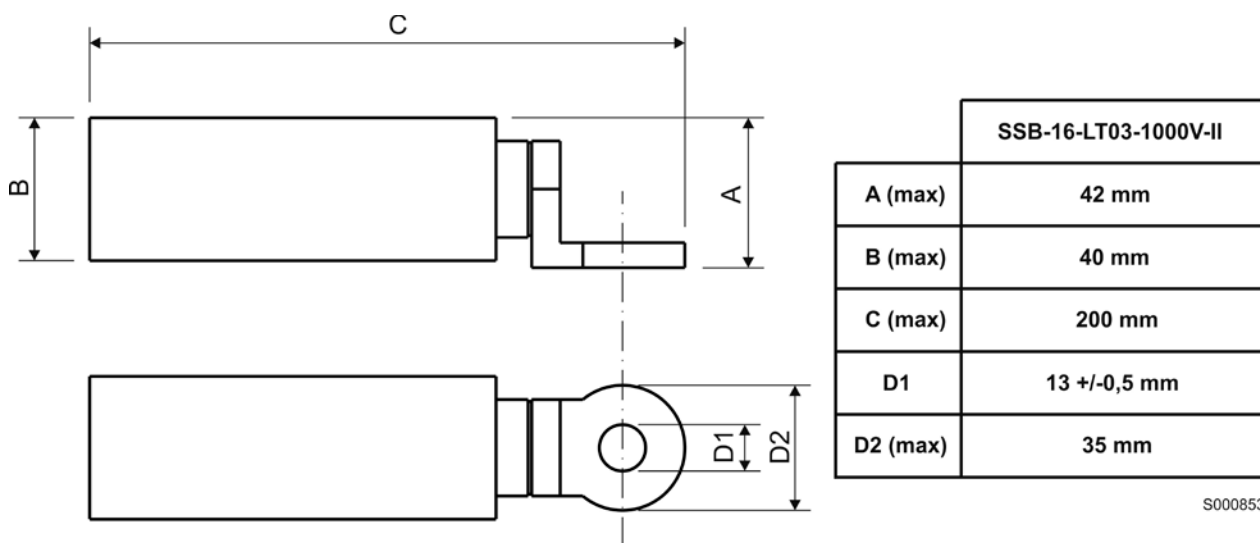

Figura 34: Dimensioni del capicorda da utilizzare per i cavi di uscita
Dimensioni massime capocorda	Vedi Figura 34
- Aggiornata Figura 34: Dimensioni del capocorda da utilizzare per i cavi di uscita.